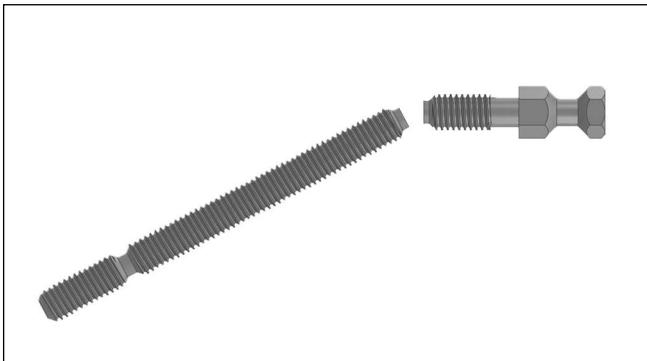

Figure 3
3. Locate the M5 Hex snap-off screws. Snap the screw at the highest snap off point seen in Figure 3. **Ubique el tornillo M5 de cabeza hexagonal. Rompa el tornillo en el punto mas cercano a la cabeza como lo indica la figura 3.**